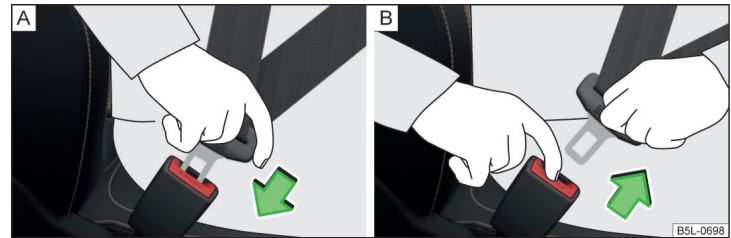

Fig. 19 Fixarea sau desfacerea centurii de siguranță
- › Introduceți clema de fixare în catarama aferentă a centurii de siguranță » fig. 19 - [A] până când se fixează cu un declic.
- › Prindeți de limba centurii și apăsați butonul roșu de pe catarama centurii » fig. 19 - [B], limba centurii sare afară.